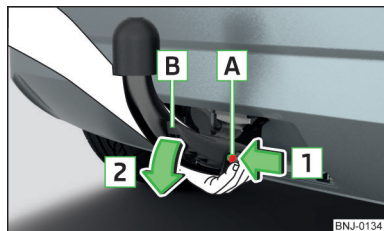

Рис. 160
- Візьміться за штангу знизу » Рис. 160.